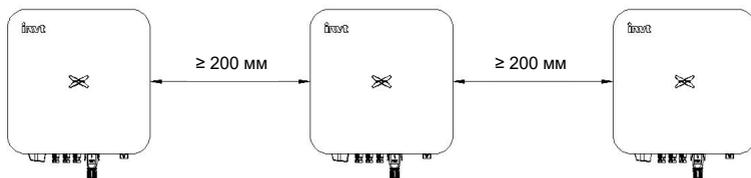

Рис. 4.5 Требования к размерам для установки в ряд
(4) Поверхность установки должна быть перпендикулярна горизонтальной линии, как показано на рис. 4.5. Установите инвертор вертикально или отклоните назад на $\leq 15^\circ$, чтобы облегчить отвод тепла от оборудования. Не наклоняйте инвертор вперед, горизонтально, не переворачивайте, не наклоняйте слишком далеко и не наклоняйте в сторону.